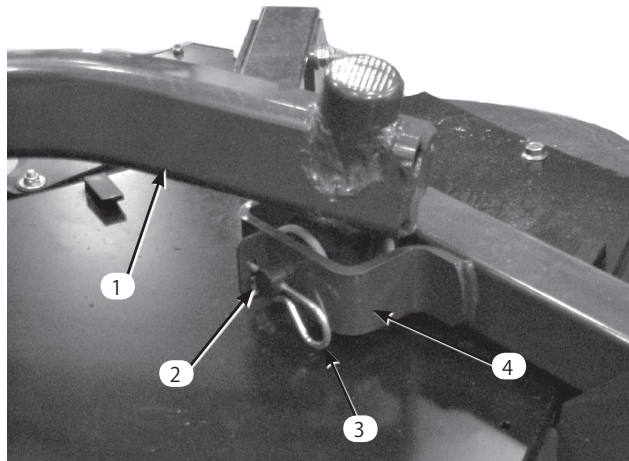

図23
4. 昇降アームをキャスト・アーム・ブラケットに固定しているヘアピン・コッターとクレビス・ピンを外す(図23)。